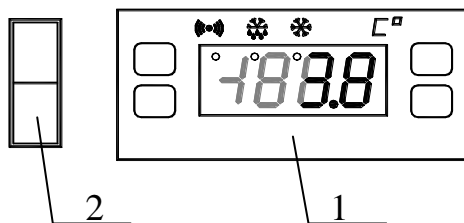

Рис.2. Панель управления низкотемпературного изделия
7.2. После подключения изделия к электросети в соответствии с вышеизложенными правилами, можно приступить к его пуску с панели управления (рис.2 и 3).